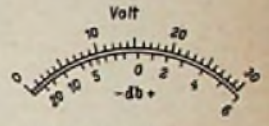

Bild 3. Die Volt-dB-Skala des Anzeigeelementes
1. Über C 9 wird eine Spannung von genau 10 V angelegt (Netzfrequenz), wobei man R 19 abgleicht, bis das Instrument Vollausschlag zeigt (elektrischen Nullpunkt mit P 1 einstellen). In Stufen von 1 Volt wird dann die Spannung verringert, und man erhält Eichpunkte für eine Kurve, aus der sich die neue Skala ermitteln läßt (Bild 3).